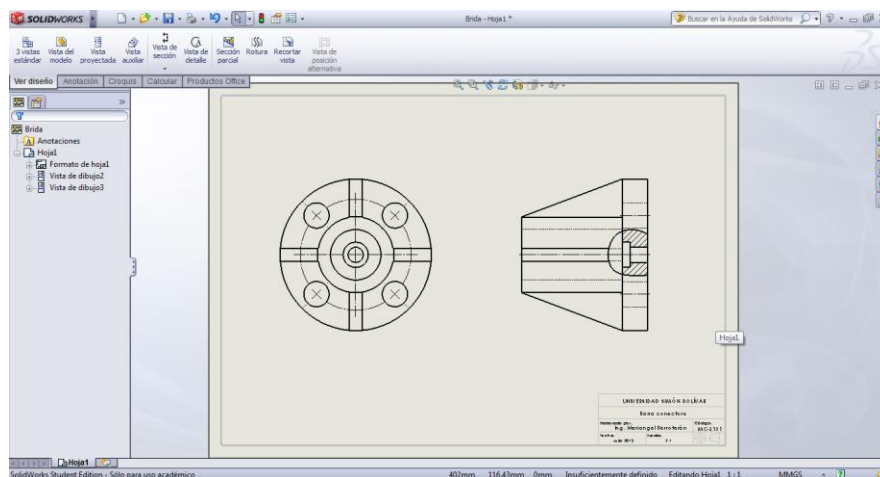

Figura 65. Plano de brida de unión y soporte con vista de sección parcial.
- Inmediatamente, aparecerá la zona encerrada en vista de sección. Realizado esto, cierre la operación en el check verde. Su plano, finalmente, quedará como se muestra en la Figura 65.